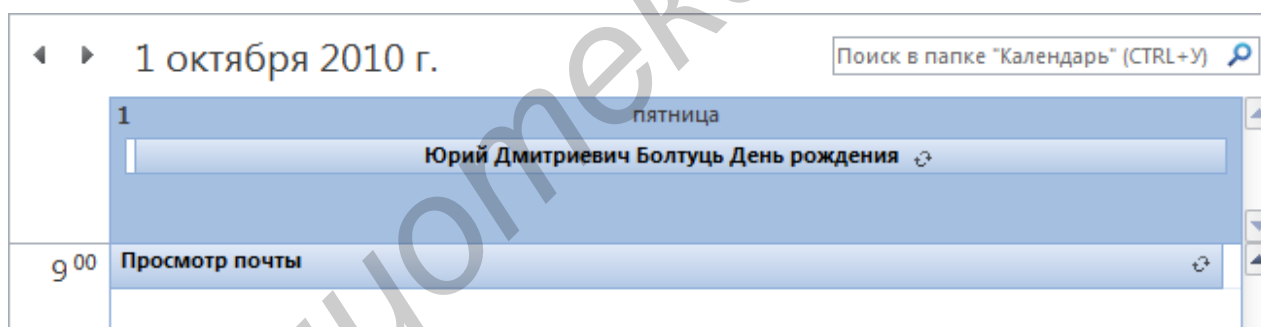

Рис. 3.10. День рождения – повторяющееся событие с оповещением
- в окне *Повторение встречи* установите параметры повторения (рис. 3.10): как часто повторяется мероприятие (ежедневно, ежемесячно и т. д.), по каким числам или дням недели, время и дата начала/завершения;
5. При заполнении папки *Контакты* все дни рождения и годовщины автоматически сохраняются в ежедневнике как события на соответствующие дни. Благодаря этому программа заранее напомнит вам о том, что надо поздравить коллегу, что крайне важно в деловом общении. Событие указывается в верхней части ежедневника. Просмотрите ежедневник и убедитесь, что дни рождения ваших коллег отмечены соответствующими записями (рис. 3.10).